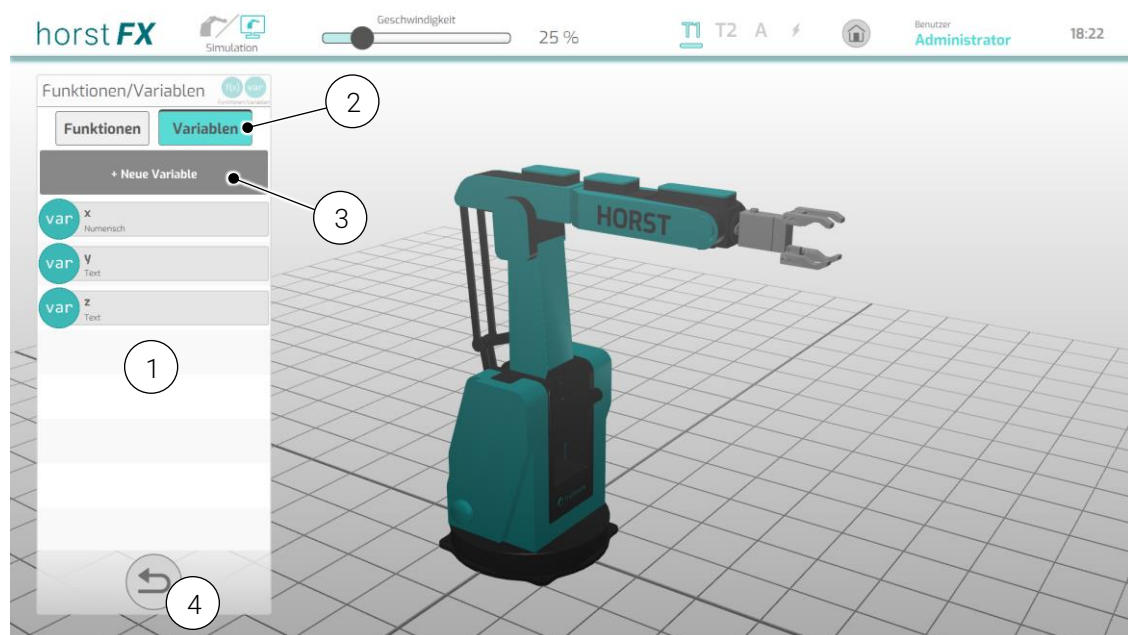

Abb. 6-62: Variablen-Auflistung
Variablen können in jedem Programm erstellt werden. Durch Antippen des Buttons **Funktionen/ Variablen** (1) in der Programmieransicht und anschließendem Antippen des Buttons **Variablen** wird der Programmbaum durch eine Auflistung aller bestehenden Variablen ersetzt (s. Abb. 6-62). Variablen werden verwendet, um bestimmte Werte zwischenspeichern, die zu einem späteren Zeitpunkt im Programm benötigt werden.